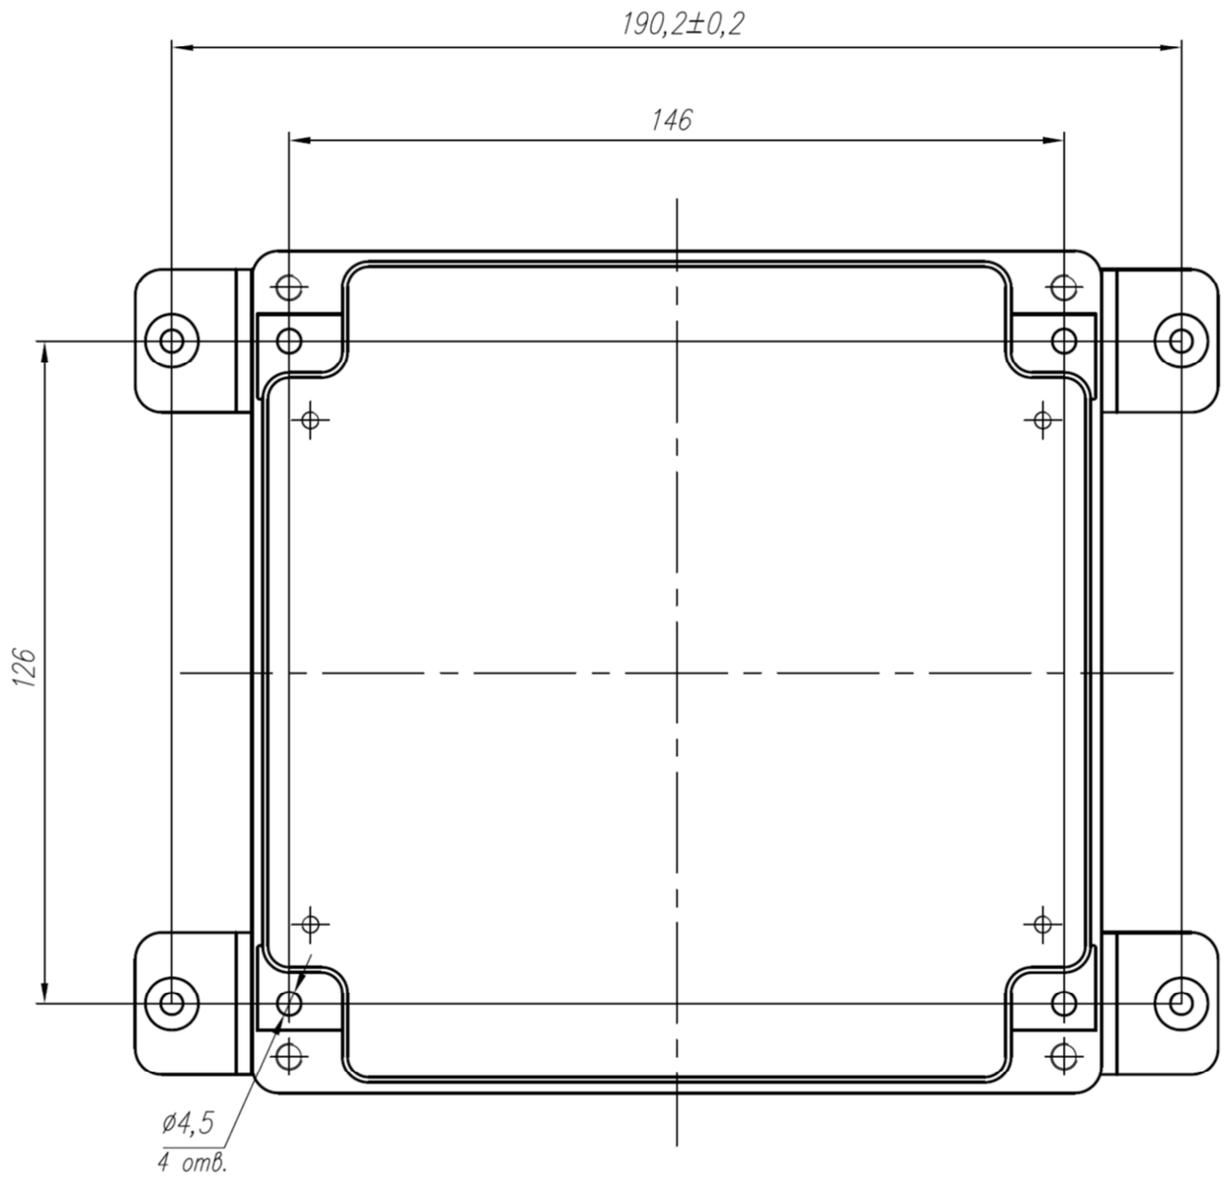

Рисунок 2 Вариант монтажа БПЭК-05 с кронштейнами
5.4 Подключить сетевой кабель питания к 1 и 2 контактам разъема X1 (см. рис. 2). Обозначение разъема X1 нанесено на плате прибора.